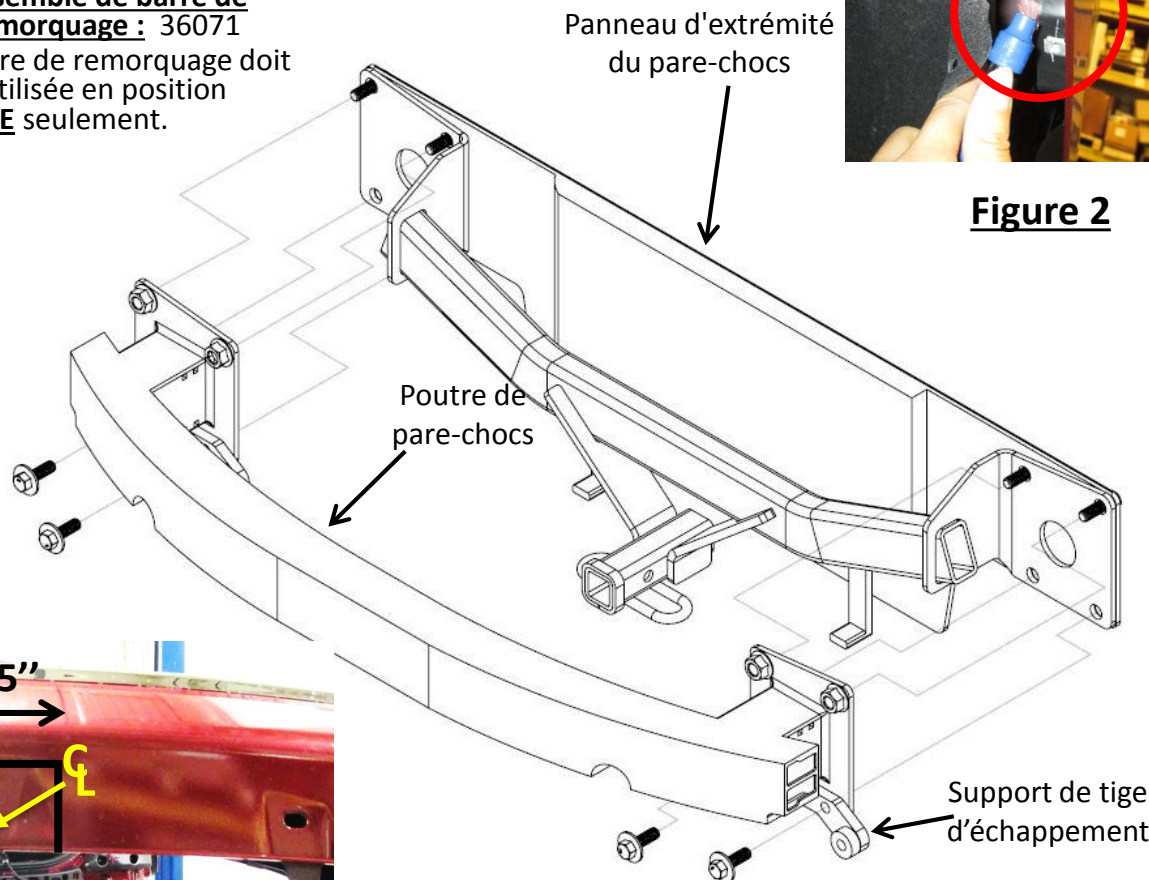

Figure 1
- Installation de l'attelage** – Soulever l'attelage et aligner les deux trous supérieurs de l'attelage sur les goujons du panneau d'extrémité du pare-chocs. Soulever la poutre de pare-chocs et les supports de tige d'échappement pour intercaler l'attelage, voir **Figure 1**. Réutiliser les écrous à embase et les boulons et les serrer lâchement.